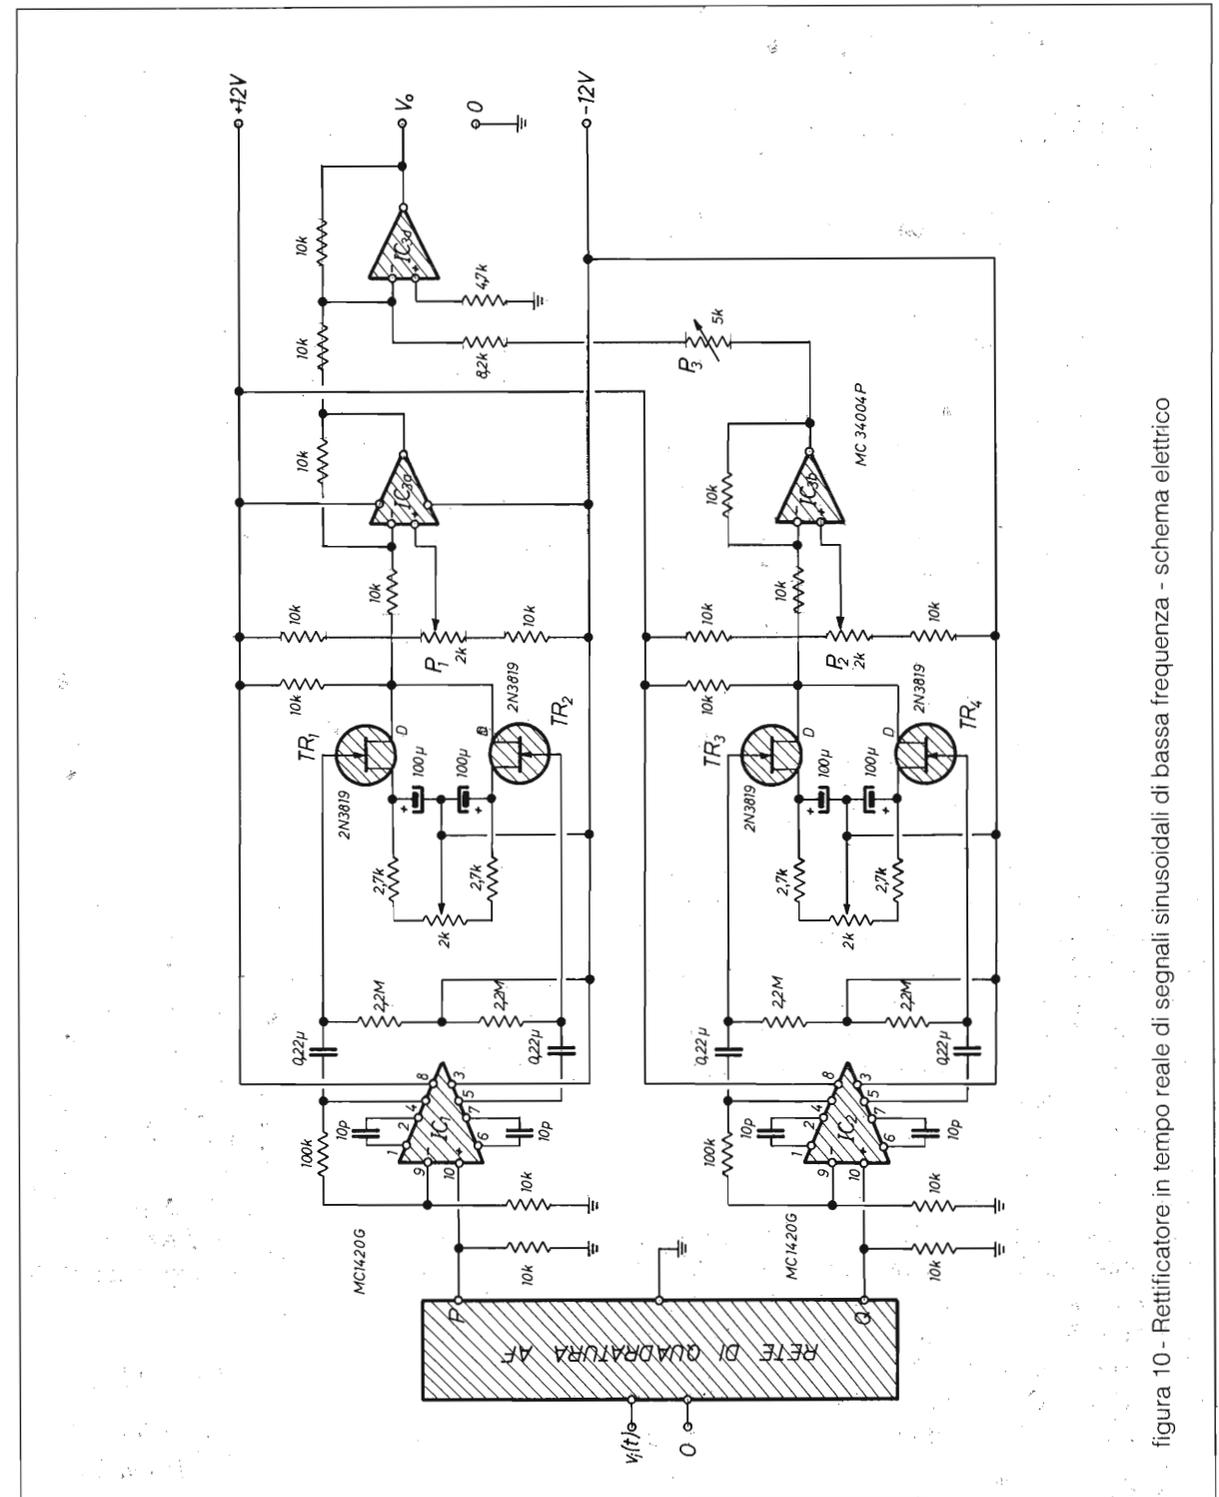

figura 10 - Rettificatore in tempo reale di segnali sinusoidali di bassa frequenza - schema elettrico
Lo schema elettrico di un circuito realizzato secondo questo principio è riportato a figura 10. IC1 e IC2, amplificatori operazionali ad uscita differenziale, che forniscono ai quadratori (T1, T2) e (T3, T4) i richiesti segnali in opposizione, sono pilotati, dall'ingresso, attraverso la rete di quadratura a larga banda (Rif. 7): pertanto alle sue due uscite P e Q si presenteranno i Vi1(t), Vi2(t) delle eq. (8) e (8'). IC3a e IC3b, con i trimmer potenziometrici P1, P2, provvedono ad annullare l'offset dei drain di (T1, T2) (T3, T4) rispetto allo zero DC. In IC3c, infine, si effettua la somma algebrica, equalizzata da P3, di vo1, vo2 delle eq. (9), (9').